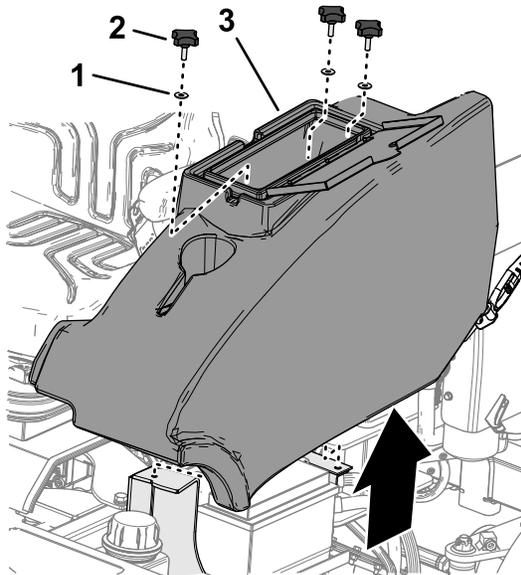

図 45
1. オペレータープラットフォームの左側にある保管コンパートメントのドアを開ける(図 45)。
2. 保管コンパートメントをマシンに固定している3つのノブと3つのワッシャーを取り除き、コンパートメントを取り外す(図 45)。